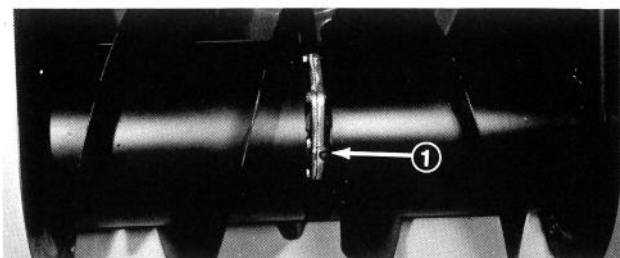

Fig. 31
4. Sæt en beholder under aftapningsskruen (Fig. 31) på forsiden af indsamlingsskruen og fjern derpå aftapningsskruen; se Kontrol af indsamlingsskruens gearkasseolie, side 9.
7. Skru aftapningsskruen tilbage på plads (Fig. 31).